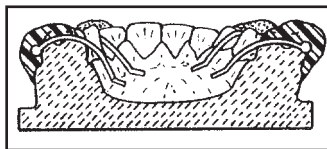

Figura 1A
1. Preparare fili, ancoraggi, retine di ritenzione, ecc., come di consueto. Lasciare circa 0.5 mm (0.02") di spazio tra la ritenzione metallica e la superficie del modello (figura 1A).